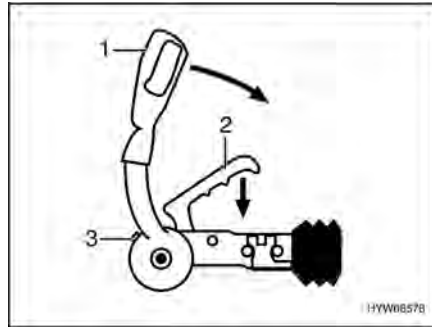

Fig. 3 Accouplement de sécurité AKS 3004
- Soulever complètement le levier de stabilisation (Fig. 3,1).
- Tirer la poignée d'attelage (Fig. 3,2) vers le haut.
- Effectuer un contrôle visuel : Le cylindre vert de l'indicateur de sécurité (Fig. 3,3) doit être allumé.
- Activer l'installation du dispositif de stabilisation. Appuyer le levier de stabilisation (Fig. 3,1) jusqu'à la butée vers le bas.